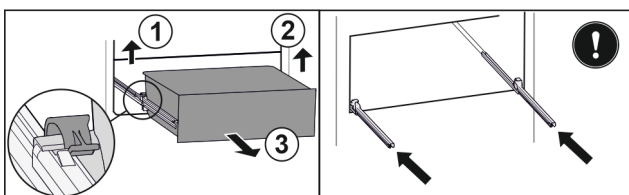

Fig. 101
- ▶ Dvignite levo spojko in hkrati povlecite predal levo naprej. Fig. 101 (1)
- ▶ Dvignite desno spojko in hkrati povlecite predal desno naprej. Fig. 101 (2)
- ▶ Predal vzemite ven v smeri naprej. Fig. 101 (3)